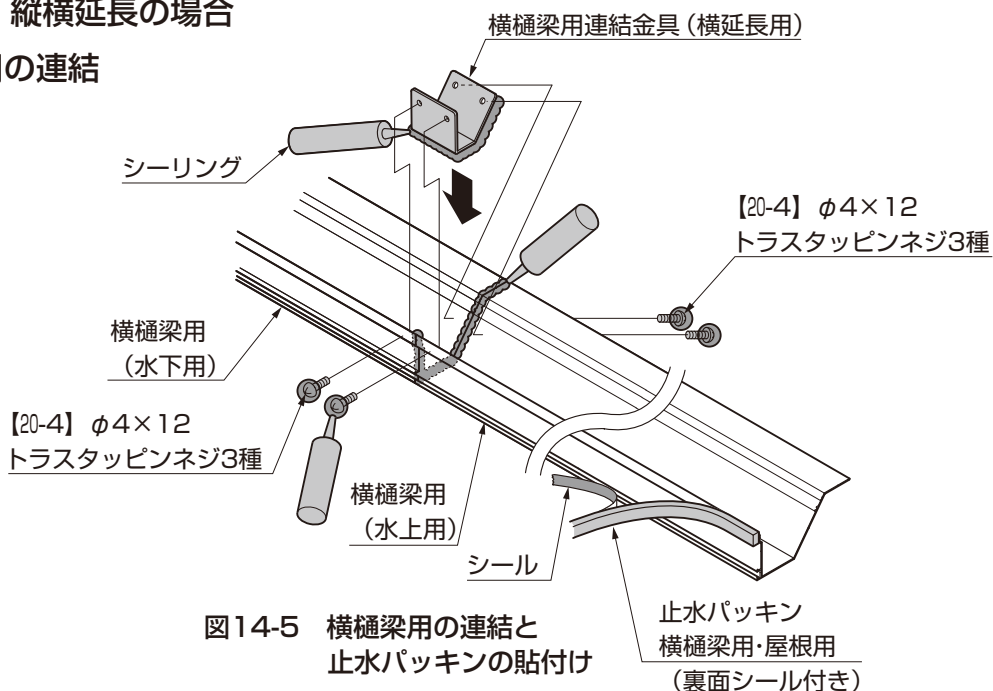

図14-5 横樋梁用の連結と
②横樋梁用（水上用）と横樋梁用（水下用）を横樋連結金具と【20-4】で連結してください。（図14-5参照）
③横樋梁用に止水パッキン横樋梁用・屋根用の裏面シールをはがして貼付けてください。（図14-5参照）
●横樋梁用連結金具は必ずシーリングをしてください。雨漏りの原因となります。（図14-5参照）